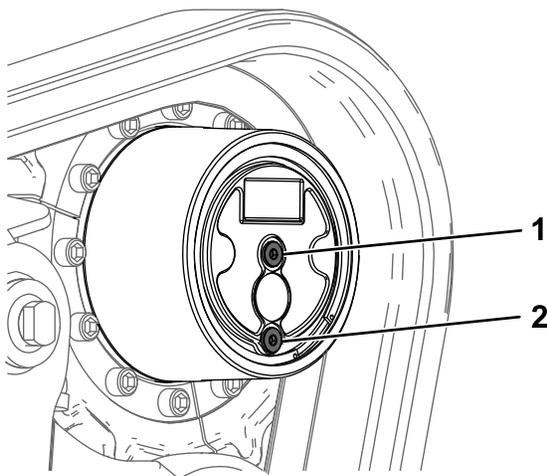

Рисунок 67
2. Припаркуйте машину на ровной горизонтальной поверхности так, чтобы пробка сливного отверстия была в положении «на 6 часов» (Рисунок 67), включите стояночный тормоз и опустите стрелы погрузчика.
5. Снимите пробку контрольного отверстия и пробку сливного отверстия и дайте трансмиссионному маслу стечь (Рисунок 67).
6. Установите пробку сливного отверстия (Рисунок 67).